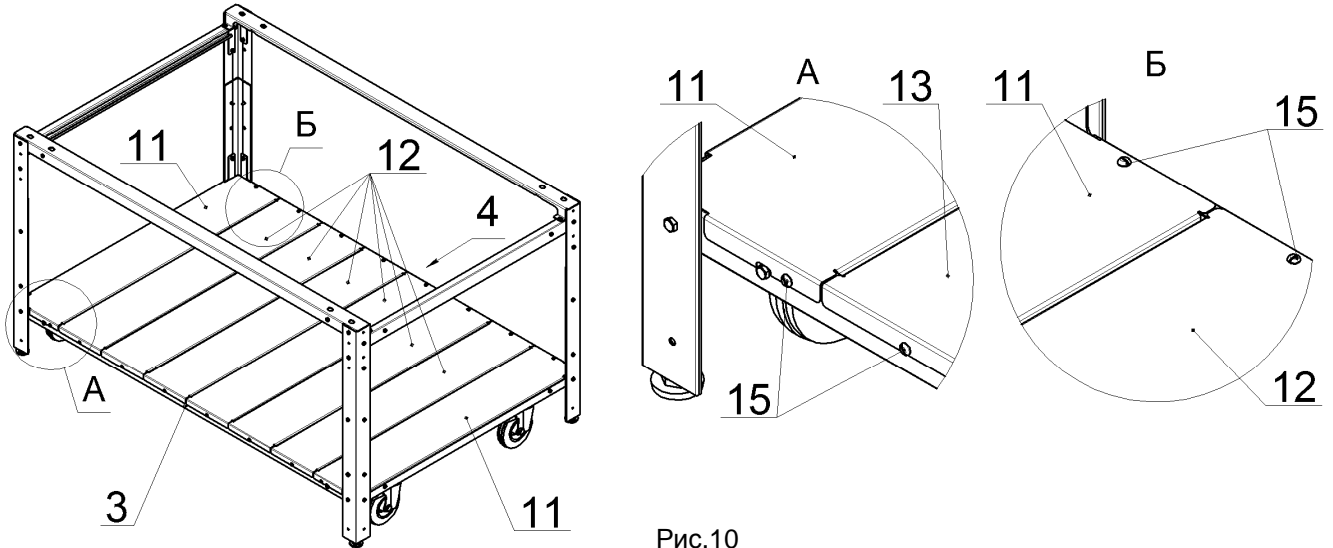

Рис.10
10. Закрепить винтами М5, поз.15 на профиле лицевом, нижнем, поз.3 и профиле заднем, нижнем, поз.4, сегменты полки боковые, поз.11 и сегменты полки центральные, поз.12, как показано на рис.10. Окончательно затянуть все гайки и винты: